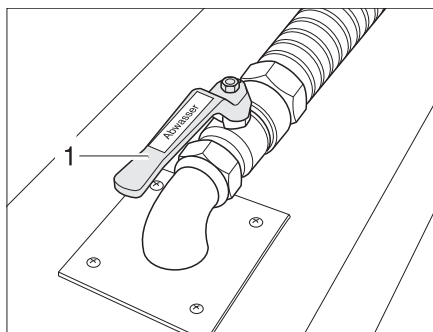

Bild 242 Avloppsventil
Avloppsventilen (Bild 242,2) sitter i dubbelgolvet. Avloppsventilen är märkt med texten "Abwasser" (avloppsvatten).
- Öppna avloppsventilen (Bild 242,2). Avloppsvattnet rinner ut.